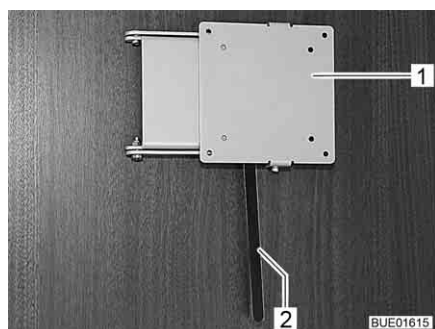

Bild 106 Fäste med låsspak
- Tryck låsspaken (Bild 106,2) åt sidan och sväng fästet (Bild 106,1) med den platta bildskärmen till önskat läge.
- Vrid tillbaka den platta bildskärmen tills fästet (Bild 106,1) hakar fast i låset.